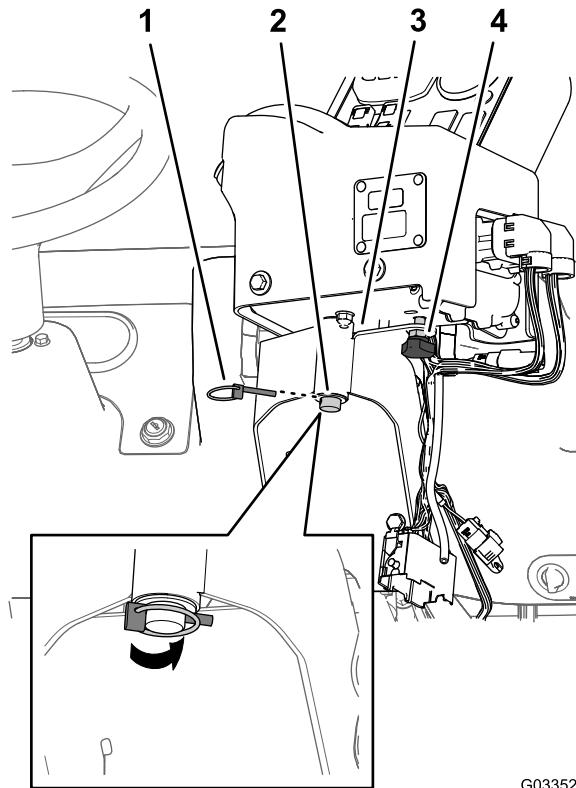

Figure 18
2. Fixez la console de commande au support du boîtier de commande au moyen de la goupille de circlip (Figure 18).
3. Montez et serrez la molette de serrage pour empêcher la console de tourner durant cette opération (Figure 18).